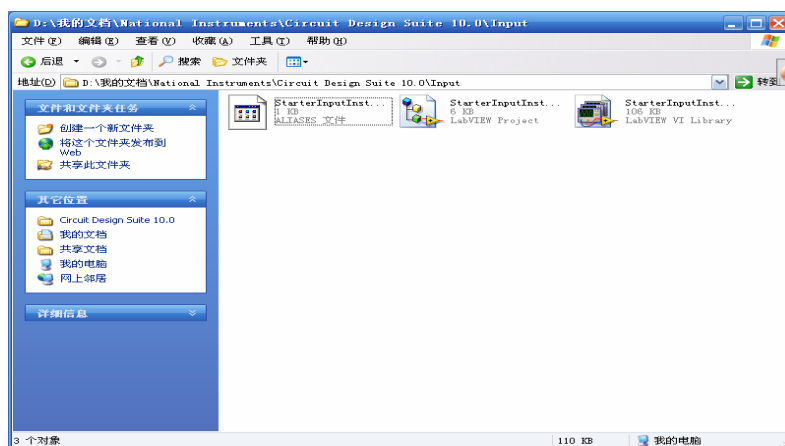

图 6-26 打开 Input 文件夹
2) 双击新的空目录中 Input 文件夹，系统弹出如图 6-26 所示界面。在这界面中包含 3 个文件，即 StarterInputInstrument.aliases、StarterInputInstrument.llb 和 StarterInputInstrument.lvproj。
3) 重命名 Input VI 模板。一般对 Input VI 模板都需要根据 VI 的属性改名, 在本例中, 改 Input VI 为 In Range VI。双击已重命名 In Range 文件夹, 系统仍弹出如图 6-26 所示界面。